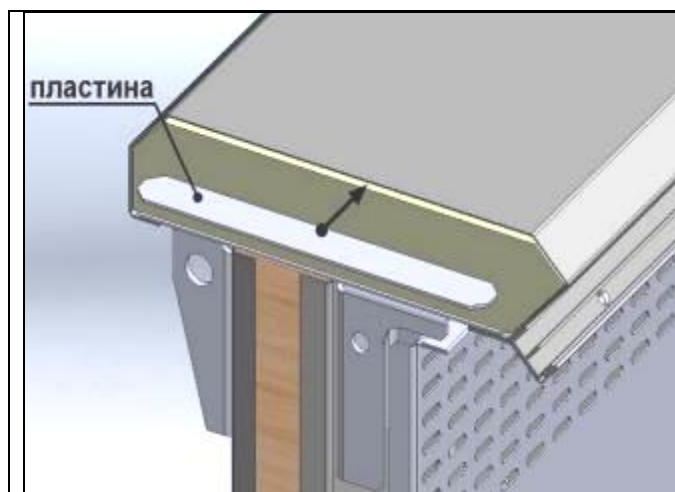

Рис. 3
3. Установить с торца столешницы одной из стыкуемых витрин соединительную пластину (рис.3).